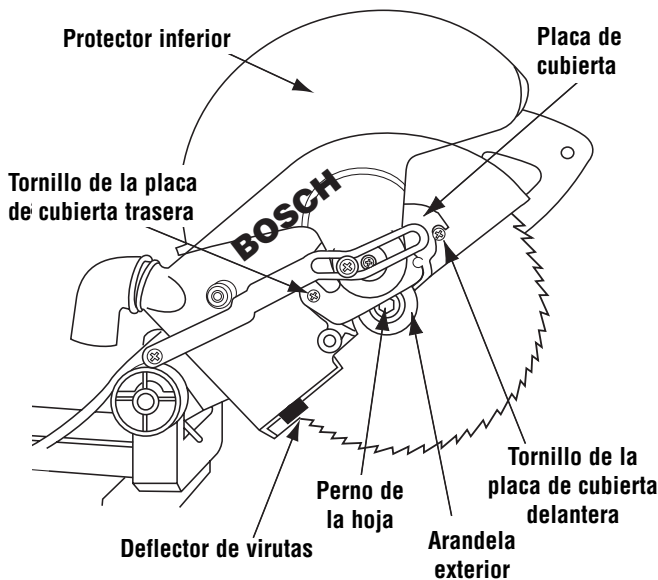

Figura 1. Remoción de la hoja
2. Afloje el tornillo de la placa de cubierta trasera usando un destornillador Phillips (Figura 1).
3. Gire el protector inferior a mano. Quite el tornillo de la placa de la cubierta delantera usando un destornillador Phillips (Figura 1).
4. Gire la placa de cubierta en sentido contrario al de las agujas del reloj para que el tornillo de la hoja quede al descubierto (Figura 1).